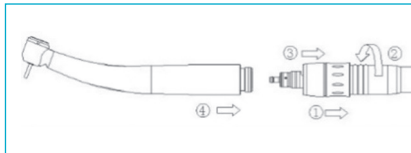

Fig. 6-7
- Avvitare l'attacco LED sul tubo flessibile della turbina (Fig. 6-7①).
- Serrare a fondo il cappuccio a vite del tubo flessibile della turbina (Fig. 6-7②).
- Montare con precisione il dispositivo medico sull'attacco LED facendo scorrere l'anello di bloccaggio (Fig. 6-7③④).